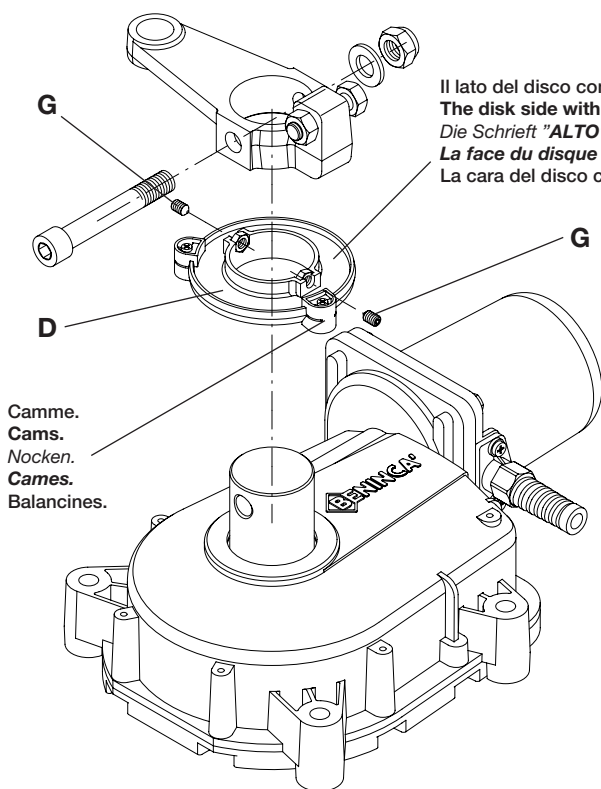

Fig.1
- 1 Premontare il disco D sull'albero di uscita (fig. 1) facendogli sfiorare la carcassa del riduttore e serrando moderatamente i grani G; si consiglia di utilizzare del frena filetti.
- 1 First assemble the disc D on the output shaft (Fig. 1), by skimming the reduction gear shell and slightly tightening the dowels G. It is advisable to use a screw lock.
- 1 Die Scheibe D auf die Ausgangswelle (Abb. 1) vormontieren, wobei sie das Gehäuse des Reduzierers leicht berühren muss; dann die Stifte G leicht festschrauben; wir empfehlen Gewindepaste zu verwenden.
- 1 Prémonter le disque D sur l'arbre de sortie (fig. 1) en lui faisant effleurer la carcasse du réducteur et en serrant modérément les grains G; il est conseillé d'utiliser un produit de freinage des filets.
- 1 Premontar el disco D en el eje de salida (fig. 1) haciéndole rozar la carcasa del reductor y apretando moderadamente los prisioneros G; se aconseja utilizar un poco de sellador para frenar filetes.